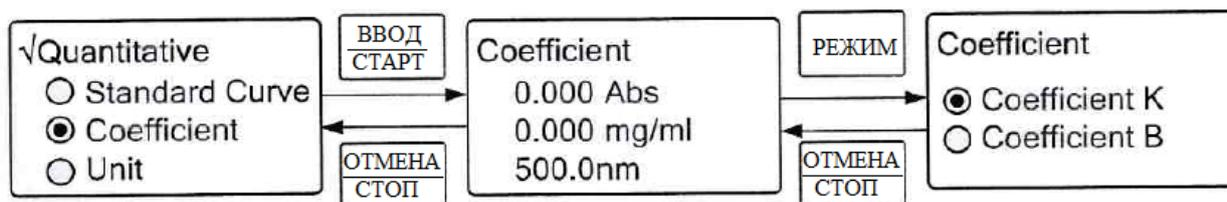

Рисунок 18. Меню выбора коэффициентов
2.4.3.3. С помощью кнопок “▲” и “▼” выберите режим измерения с расчетом концентраций по коэффициентам (Coefficient). Для подтверждения выбора нажмите кнопку “ВВОД/СТАРТ”. На дисплее появится меню, показывающие текущие коэффициенты, для установки новых нажмите кнопку «РЕЖИМ», дисплей отобразит меню выбора коэффициентов (см. рис. 18):